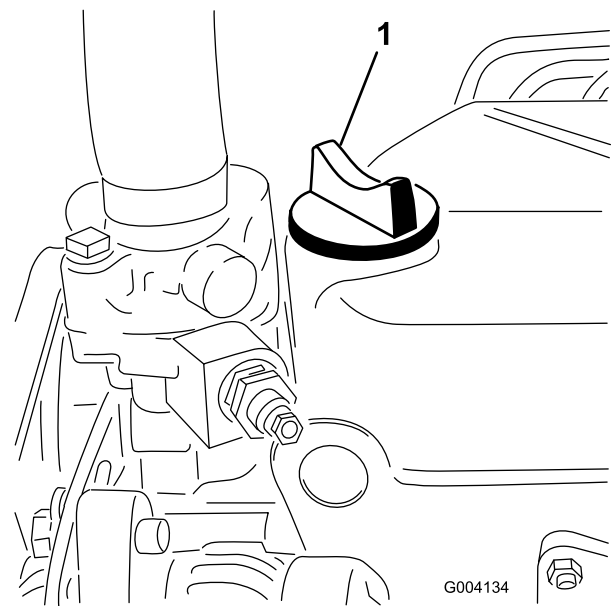

Figure 22
5. Si le niveau n'atteint pas le repère maximum, enlevez le bouchon de remplissage (Figure 22) et faites l'appoint jusqu'à ce que le niveau atteigne le repère MAXIMUM sur la jauge. **Ne remplissez pas excessivement**.